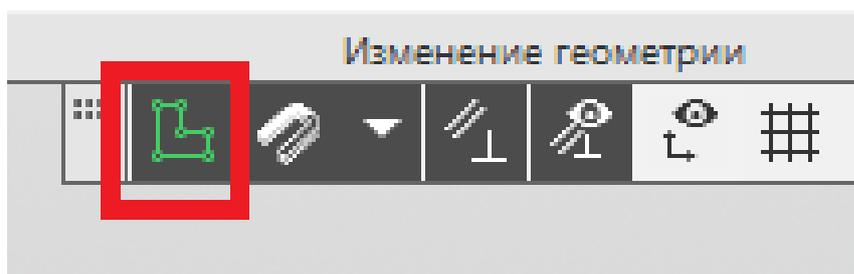

Рис. 146
18. Завершаем построение эскиза нажатием на пиктограмму «Создать эскиз» (рис. 146).